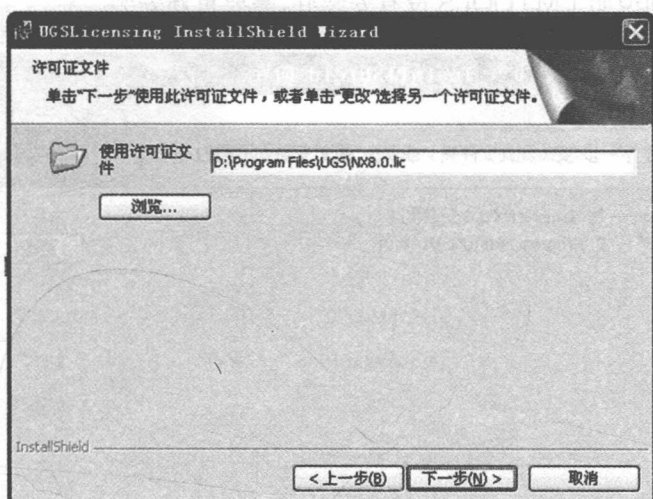

图 1-2-7 选择许可证文件
(5) 弹出如图 1-2-7 所示界面,要求选择软件使用授权文件的位置,单击“浏览”按钮,选择刚才复制到硬盘并修改好的软件使用许可授权文件。
(6) 单击图 1-2-7 中的“下一步”按钮,开始安装 LMTOOLS。完成后单击“完成”按钮,完成 LMTOOLS 的安装。